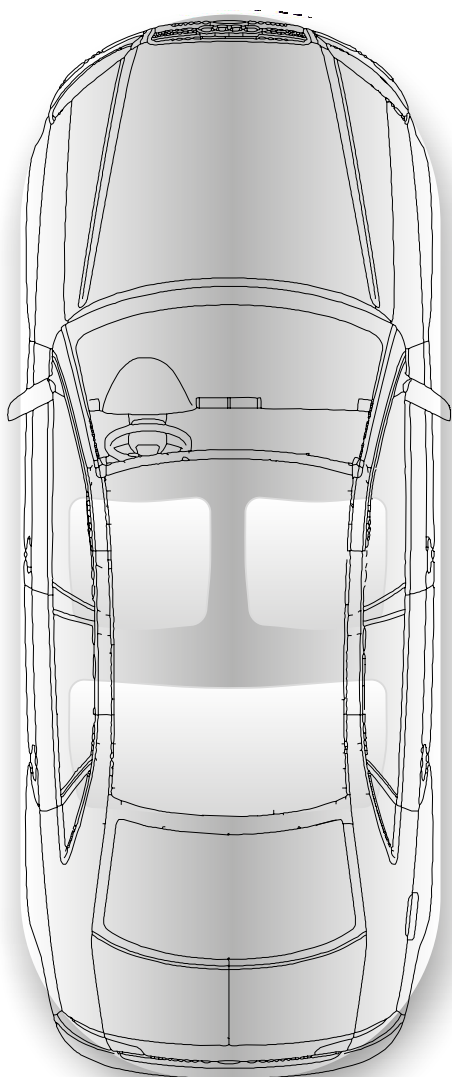

Рис. 2
Сигнализация оснащена разъемом Mini-USB (см. рис.2), который используется для программирования сигнализации. С его помощью сигнализация подключается непосредственно к компьютеру (дополнительные устройства не требуются). Это позволяет оперативно обновить программное обеспечение сигнализации, задать нужную модель автомобиля, изменить конфигурацию входов/выходов, активировать различные пользовательские функции, и т.п.
- 2 Нажмите и удерживайте встроенную кнопку (см. рис. 2).
- 1 Нажмите и удерживайте встроенную кнопку (см. рис. 2).